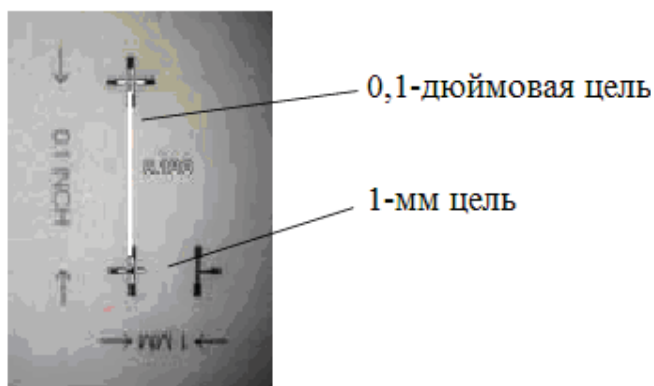

Рис. 7.11. Калибровочный блок
- б) введите наконечник в калибровочный блок, представленный на рис. 7.11;